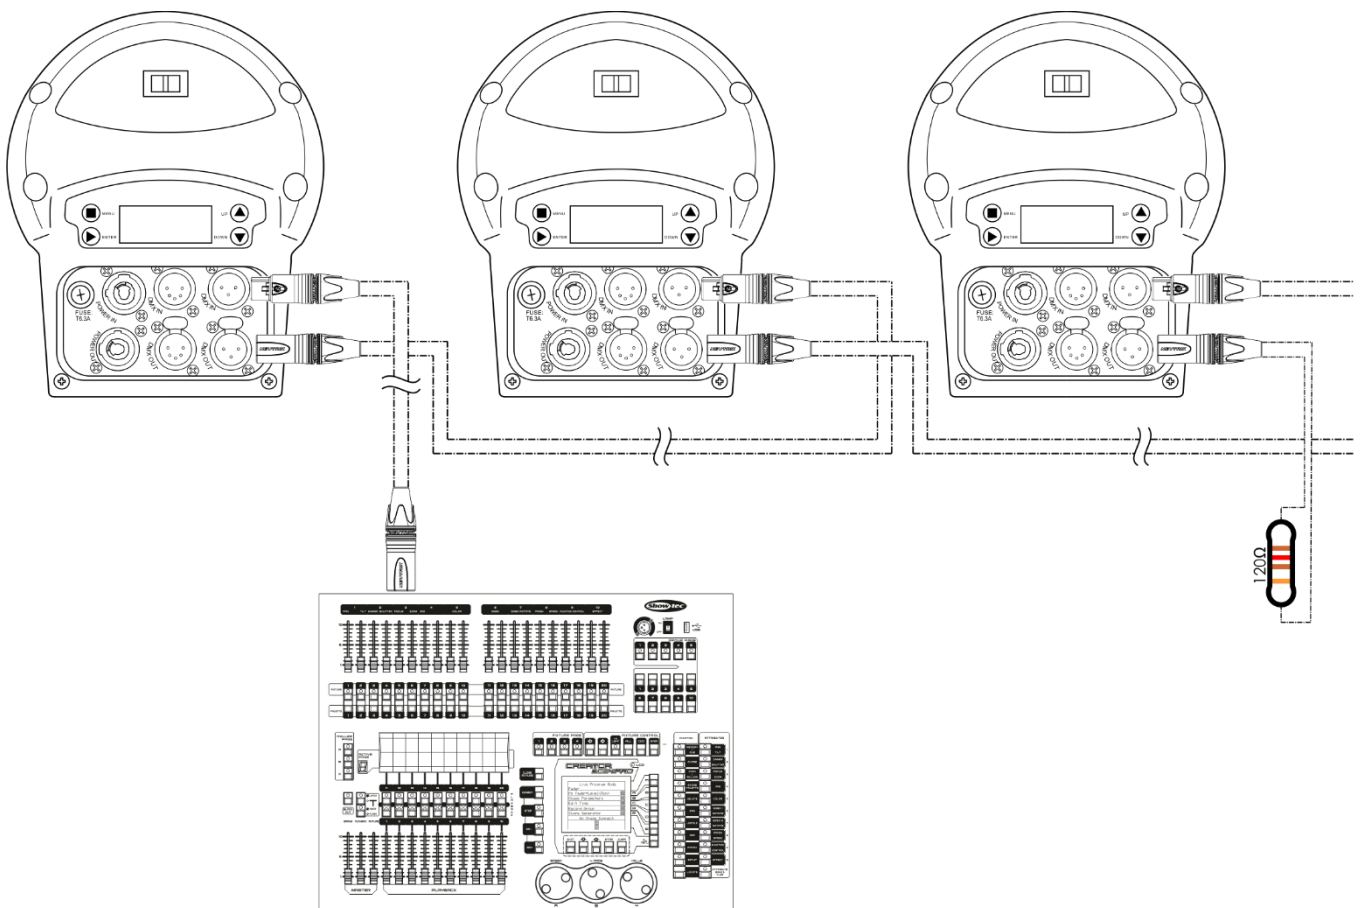

Abb. 12
- 04) Verbinden Sie die Geräte wie in Abb. 12 abgebildet. Schließen Sie den DMX-Ausgang des ersten Geräts mit einem DMX-Kabel an den Eingang des zweiten Geräts an. Wiederholen Sie diesen Vorgang, um das zweite, dritte und vierte Gerät ebenfalls zu verbinden.